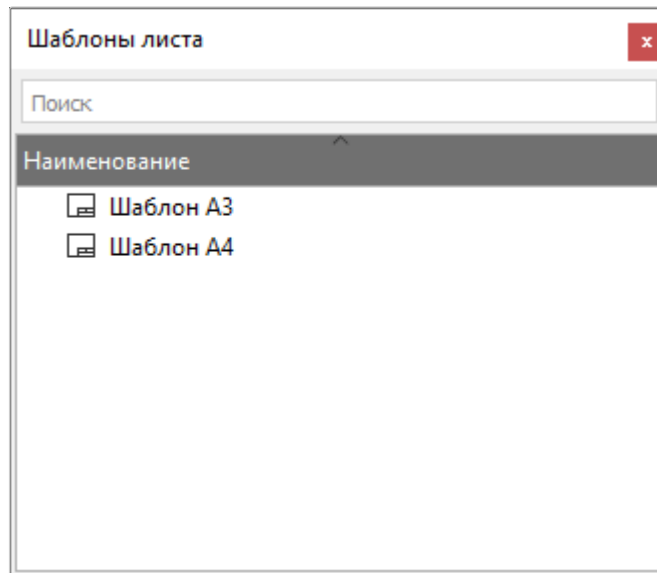

Рисунок 54. Плавающее окно «Шаблоны листа»
- 6) Окно «Шаблоны листа» отображает перечень шаблонов, доступных для использования в проекте (см. рисунок 54).